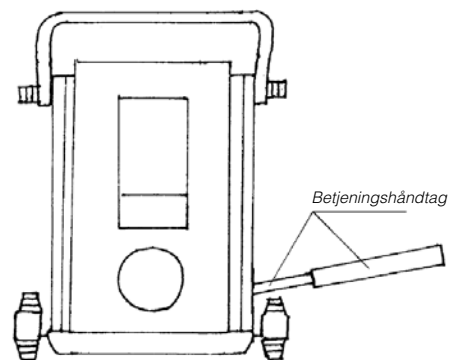

Fig. 1.
- 2.2 Indsæt betjeningshåndtaget i holderen og stemplet. Se Fig. 1. Stempelstangen stabiliseres ved at bevæge håndtaget op og ned, hvorved en last løftes. Det er designet sådan, at stempelstangen stopper med at løfte, når den påkrævede højde er nået.